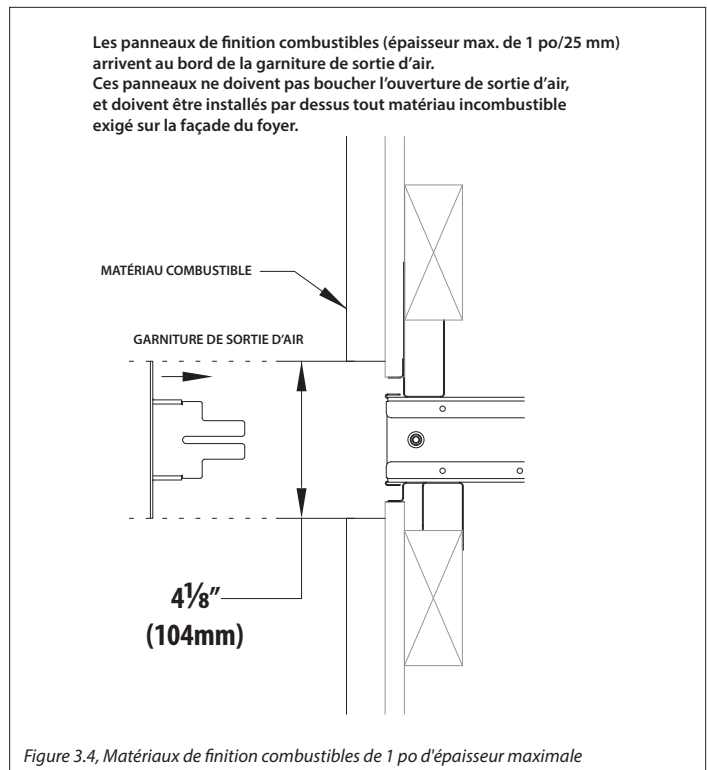

Figure 3.4, Matériaux de finition combustibles de 1 po d'épaisseur maximale
- Voir la Figure 3.4 (page 10) pour l'installation des matériaux combustibles de 1 po (25 mm) d'épaisseur maximale, autour de la garniture de sortie d'air du système KZK.